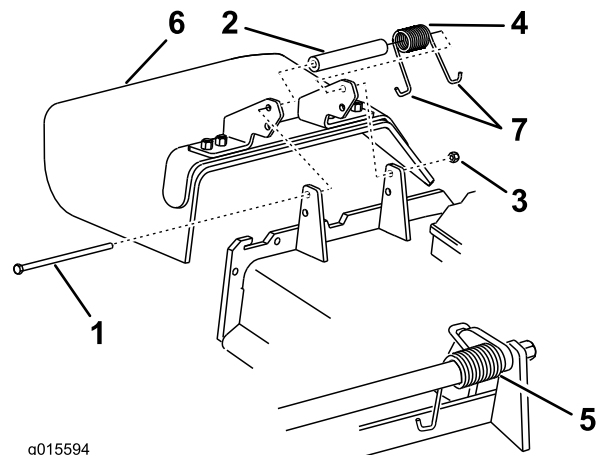

Figura 102
Nota: Asegúrese de colocar un extremo en **J** del muelle detrás del reborde de la carcasa antes de instalar el perno, según se muestra en Figura 102.
3. Instale el perno y la tuerca. Coloque un extremo en **J** del muelle alrededor del deflector de hierba (Figura 102).
1. Retire la contratuerca, el perno, el muelle y el espaciador que sujetan el deflector a los soportes de pivote (Figura 102). Retire el deflector de hierba dañado o desgastado.